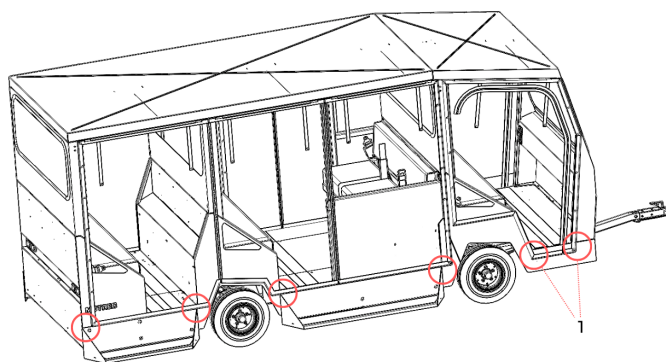

Figure 11. Coins.
- Coins (1) (des deux côtés). Ces coins risquent de se fissurer car ils sont soumis à des contraintes importantes (voir figure 11).